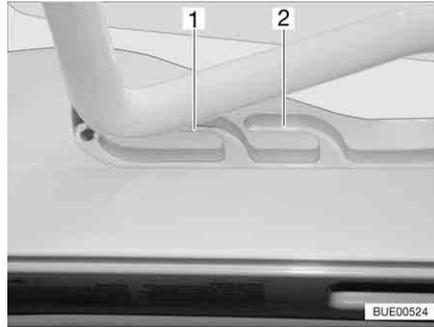
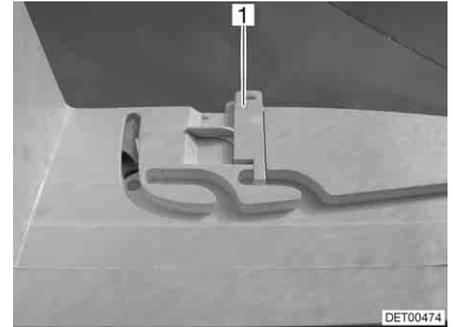

Bild 67 Heki-Dachhaube in Lüftungsstellung
Bild 68 Verriegelung Lüftungsstellung
Die Heki-Dachhaube kann in zwei Lüftungsstellungen gebracht werden: Schlechtwetterstellung (Bild 67,1) und Mittelstellung (Bild 67,2). Je nach Modell kann die Dachhaube in der Mittelstellung mit dem Riegel (Bild 68,1) verriegelt werden.
- Den Bügel leicht nach oben drücken und in die gewählte Führung (Bild 67,1 oder 2) schieben und ggf. verriegeln.